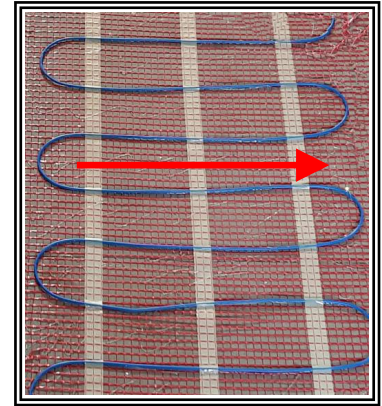

Abb. 1
- ✓ Immer von der Heizschleife beginnend (wie in Abb. 1 gezeigt) in die entgegengesetzte Richtung schneiden. Zum Schneiden nur Scheren und keine Messer o. ä. verwenden!